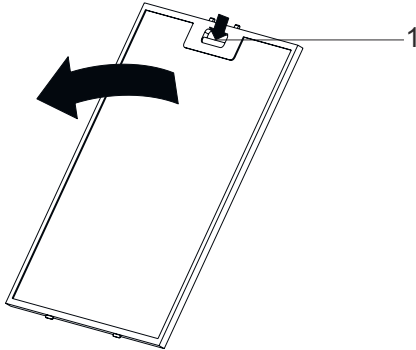

Fig. 7
- Premere l'aletta del filtro in alluminio (1) e tirare il filtro in alluminio nella direzione della freccia (Fig. 7).